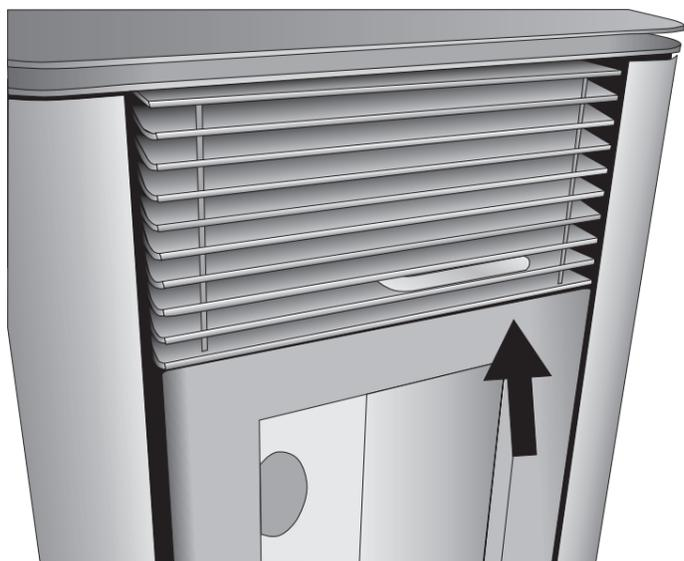

Fig. 5: Raedor non accionado
- Empurre o raspador em direcção ao aquecedor com a porta fechada (Fig. 5).